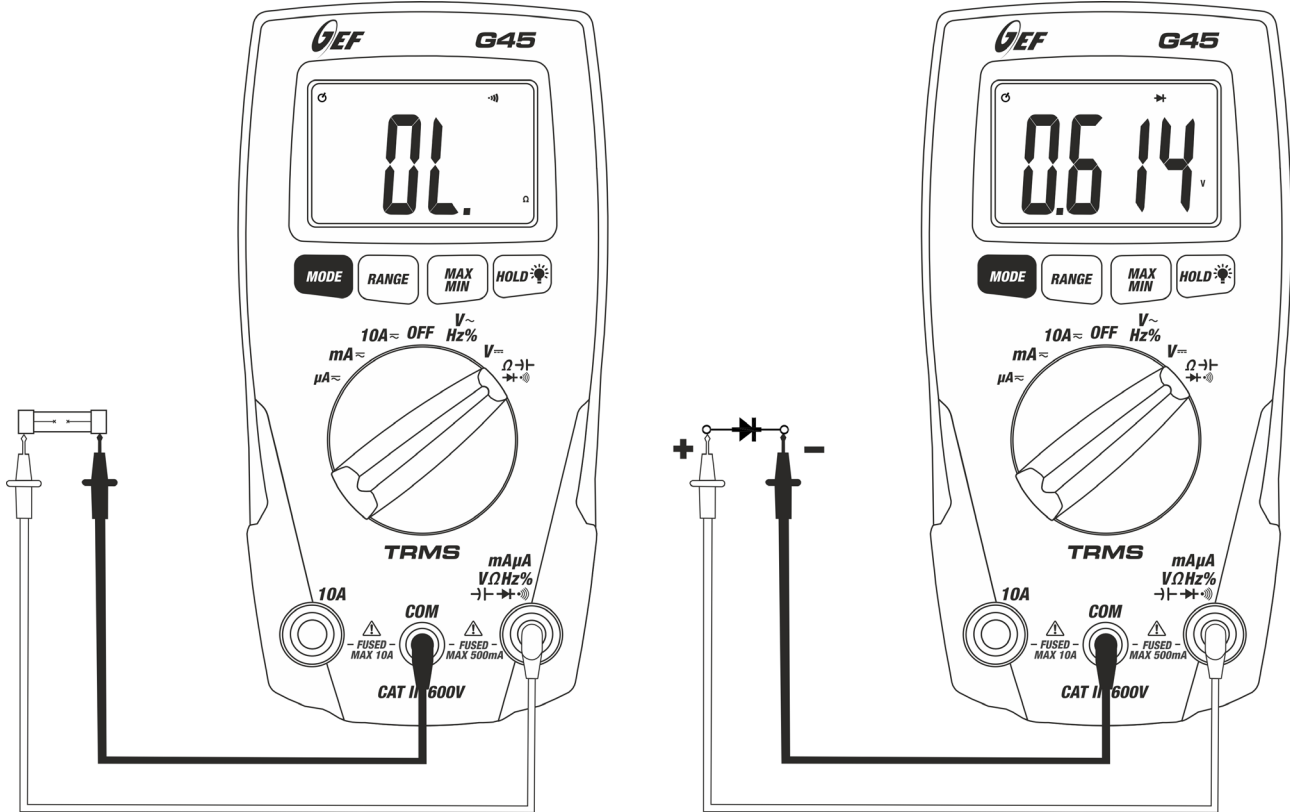

Fig. 6: Uso del instrumento en Prueba de Diodos y Prueba de Continuidad
4. Conecte las dos puntas de prueba en el diodo a medir respetando la polaridad indicada en la Fig. 6 – parte derecha. El valor de la tensión de umbral en polarización directa será visualizado
6. Si aparece el símbolo "O.L" los terminales del diodo está invertidos respecto a la Fig. 6, o bien la unión P-N del diodo está dañada